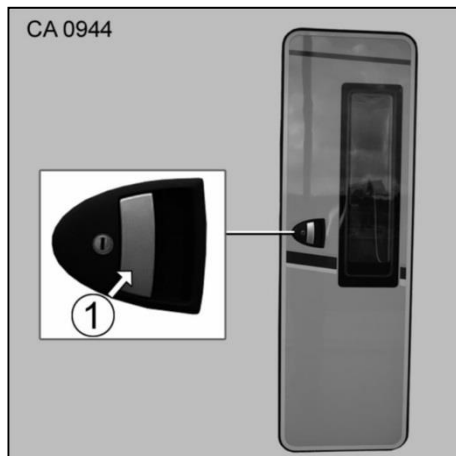

Fig. 35 Extérieur de la portière d'accès
3. Tirer sur le levier à poignée (Fig. 35/1) pour déverrouiller/ouvrir la porte.